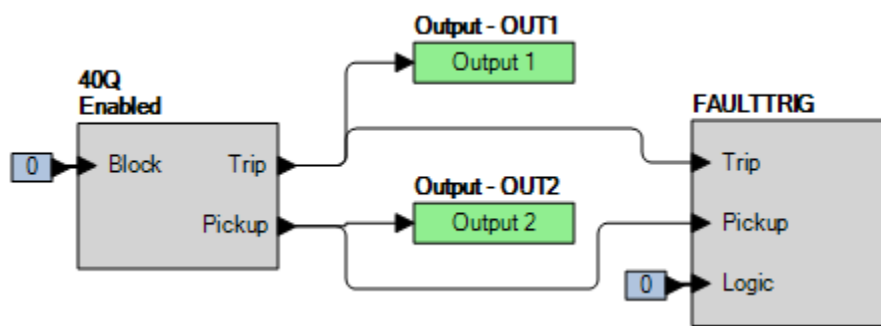

Figure 79-1. Paramètres BESTLogicPlus
Étape 2 : Utilisez BESTCOMSPlus pour configurer la Logique programmable BESTLogicPlus illustrée dans la Figure 79-1.